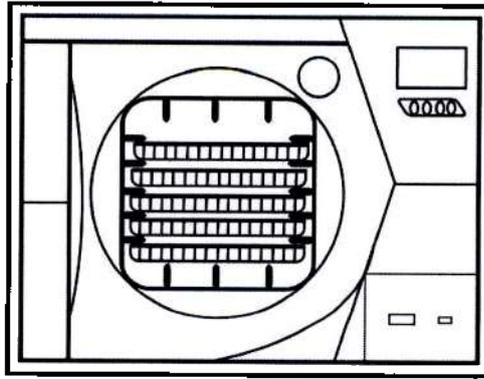

Рисунок 9: Схема расположения стойки реверсивной Стерилизатора парового T&S23B
- 1) 5 лотков в горизонтальном положении/ 3 кассет в вертикальном положении (рис. 9)